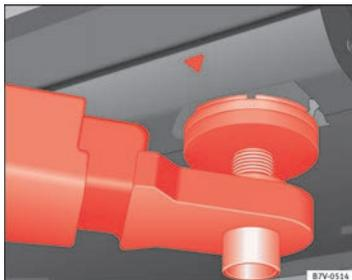
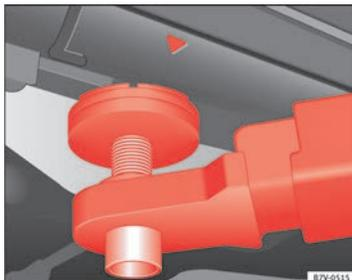

Abb. 122 Aufnahme-
Abb. 123 Aufnahme-
Das Fahrzeug darf nur an den in den Abbildungen ⇒ Abb. 122 und ⇒ Abb. 123 gezeigten Punkten angehoben werden. Wenn das Fahrzeug nicht an den gezeigten Punkten angehoben wird, können Schäden am Fahrzeug ⇒ Ⓢ und schwerwiegende Verletzungen die Folge sein ⇒ ⚠.
- Fahrzeug nur an den in den Abbildungen ⇒ Abb. 122 und ⇒ Abb. 123 gezeigten Punkten anheben. Wenn das Fahrzeug nicht an den gezeigten Punkten angehoben wird, kann das Fahrzeug von der Hebebühne fallen, wenn z. B. der Motor oder das Getriebe ausgebaut wird.